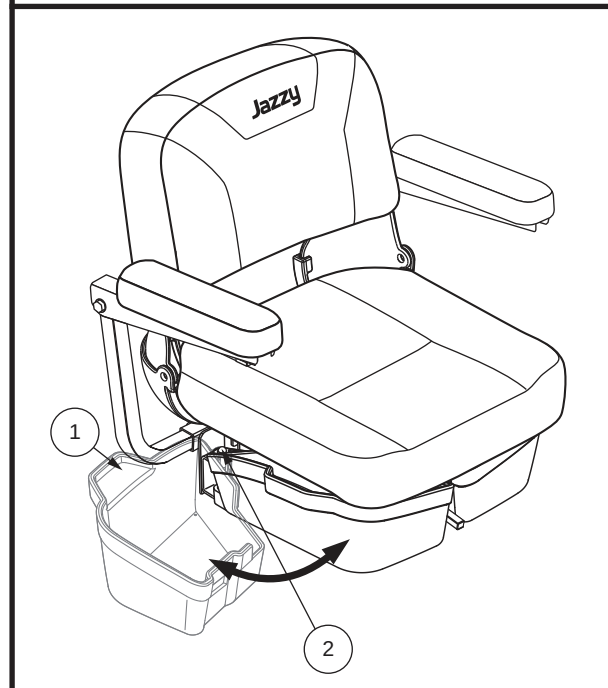

Figure 27. Almacenamiento debajo del asiento
1. Levante levemente el cerrojo en el costado del cubo de almacenamiento debajo del asiento (fig. 27) y gire el cubo de almacenamiento debajo del asiento hacia fuera de la Travel Scooter.
1. Levante levemente el cerrojo al costado del cubo de almacenamiento debajo del asiento (fig. 27) y gire el cubo de almacenamiento debajo del asiento hacia fuera de la Travel Scooter de viaje hasta que esté completamente abierto.
2. Si está equipado, retire el almacenamiento bajo del asiento (**fig. 27**).
7. Si está equipado, instale el almacenamiento bajo el asiento (**fig. 27**).